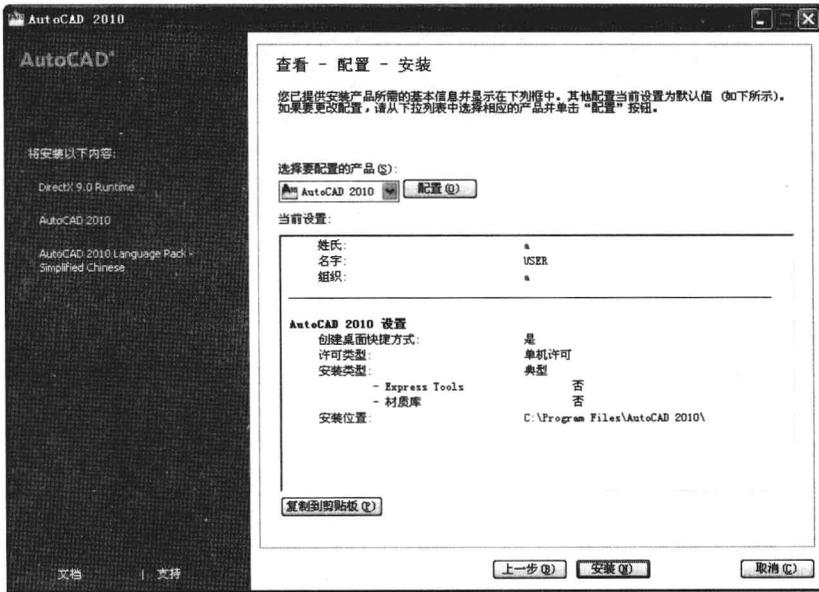

图 1-2-5
(5) 在查看 - 配置 - 安装界面中，单击“配置”按钮，如图 1-2-5 所示，在选择许可类型中选中“单机许可”，单击“下一步”按钮。